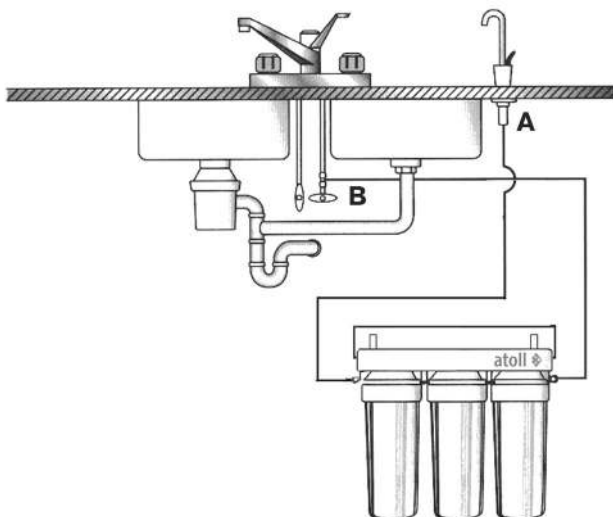
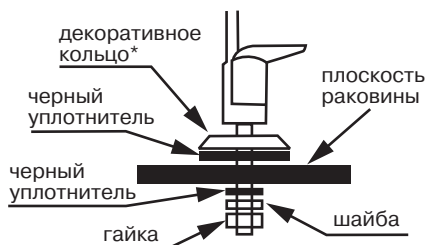

Рис. 1. Схема подключения фильтра
Рис. 4
Монтаж крана чистой воды* производите согласно рис. 4. Мы рекомендуем не затягивать гайку крана до завершения монтажа и проверки работоспособности системы, чтобы была возможность убедиться в отсутствии подтекания воды в месте соединения корпуса крана и резьбовой трубки. В комплекте с краном чистой воды для герметизации соединения с трубкой может поставляться набор деталей для подключения, либо кран может иметь в своем составе быстро-разъемный коннектор. На рис. 5а, б, в приведены способы подключения трубки к крану чистой воды (рис. 1).
2. Откройте кран подачи воды (B).
3. Откройте кран чистой воды (A).
5. Через 2-3 минуты закройте кран чистой воды (A). Система готова к эксплуатации.
7. Убедитесь в отсутствии протечки внизу корпуса крана чистой воды, затяните гайку крана (см. рис. 4).
2.5. Подсоедините трубку от порта IN фильтра к шаровому крану подачи воды (рис. 1).